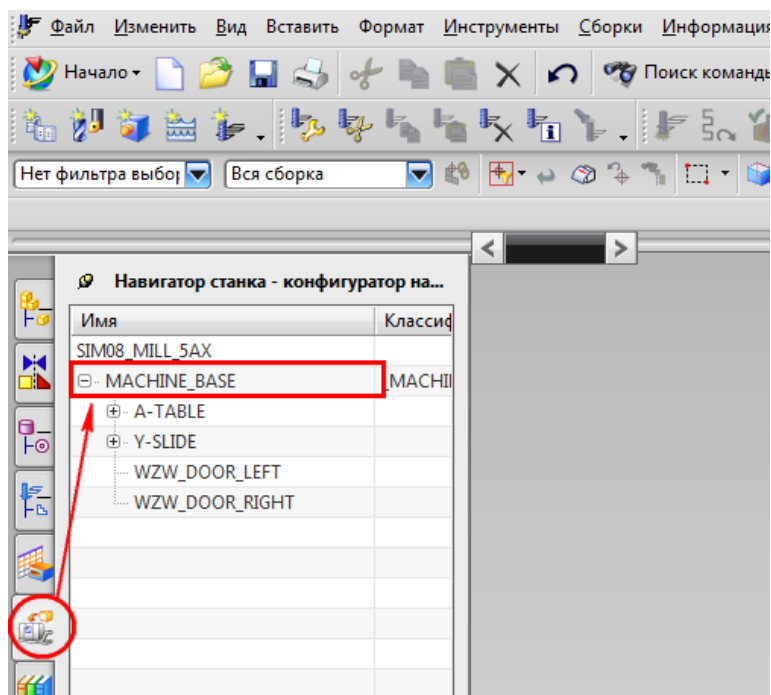

Рис. 2.7. Расположение вкладки Генератора модели станка
- а) открыть вкладку модуля **Machine Tool Builder** (Генератор модели станка, см. рис. 2.7);